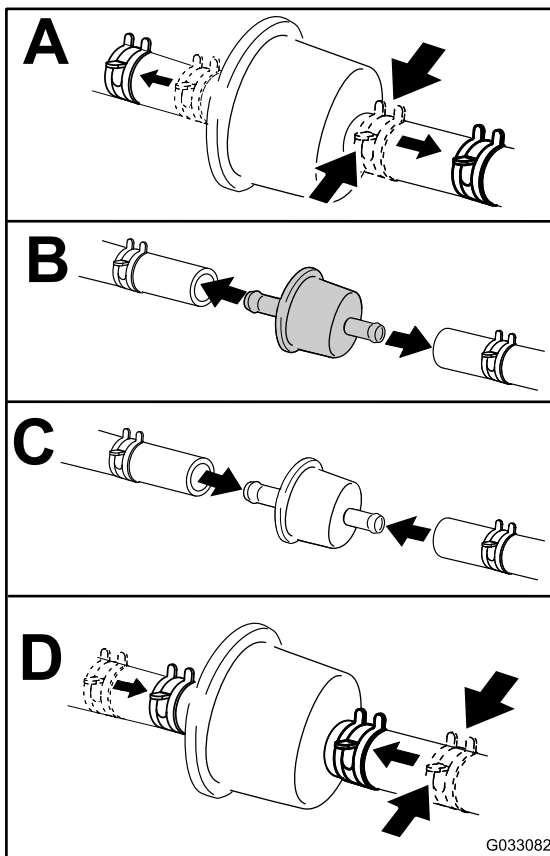

Bild 47
3. Tauschen Sie den Kraftstofffilter aus (**Bild 47**).